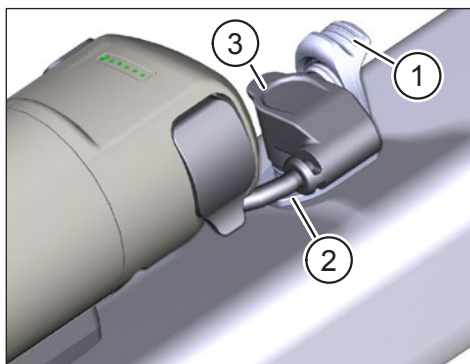

Fig. 8: Conecte el cable de conexión al puerto de carga
- Despliegue la tapa (Pos. 1 en Fig. 8) del puerto de carga (Pos. 2 en Fig. 8) del cuadro de la e-bike.
- Alinee el conector (Pos. 3 en Fig. 8) del cable de conexión de forma que la codificación del conector del enchufe y del puerto de carga coincidan.
- Inserte el enchufe en el puerto de carga y asegúrelo con la tapa (Pos. 1 en Fig. 8).